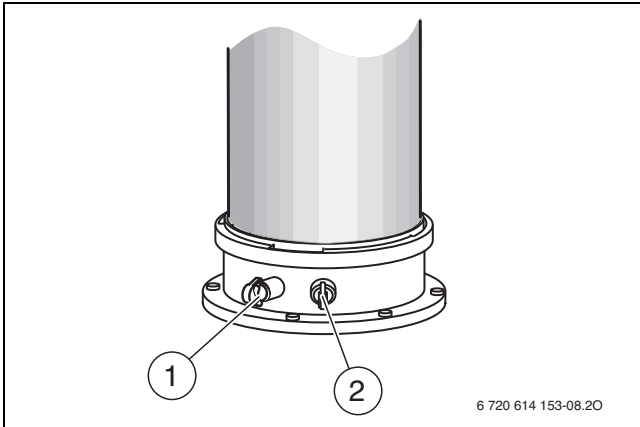

Bild 6 Abgasmessstutzen und Verbrennungsluft-Messstutzen
- ▶ Stopfen am Verbrennungsluft-Messstutzen (→ Bild 6, [2]) entfernen.
- ▶ Stopfen am Abgasmessstutzen (→ Bild 6, [1]) entfernen.